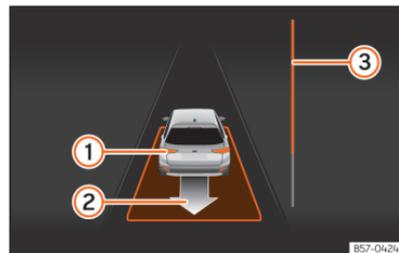

Fig. 166 No ecrã do painel de instrumentos: sair do estacionamento de um lugar em paralelo.
- Retroceda até soar o sinal contínuo do ParkPilot; **OU**: faça marcha-atrás até aparecer a indicação de fazer marcha à frente no ecrã do painel de instrumentos. A barra de progresso »» Fig. 166 ③ indica a distância a percorrer .